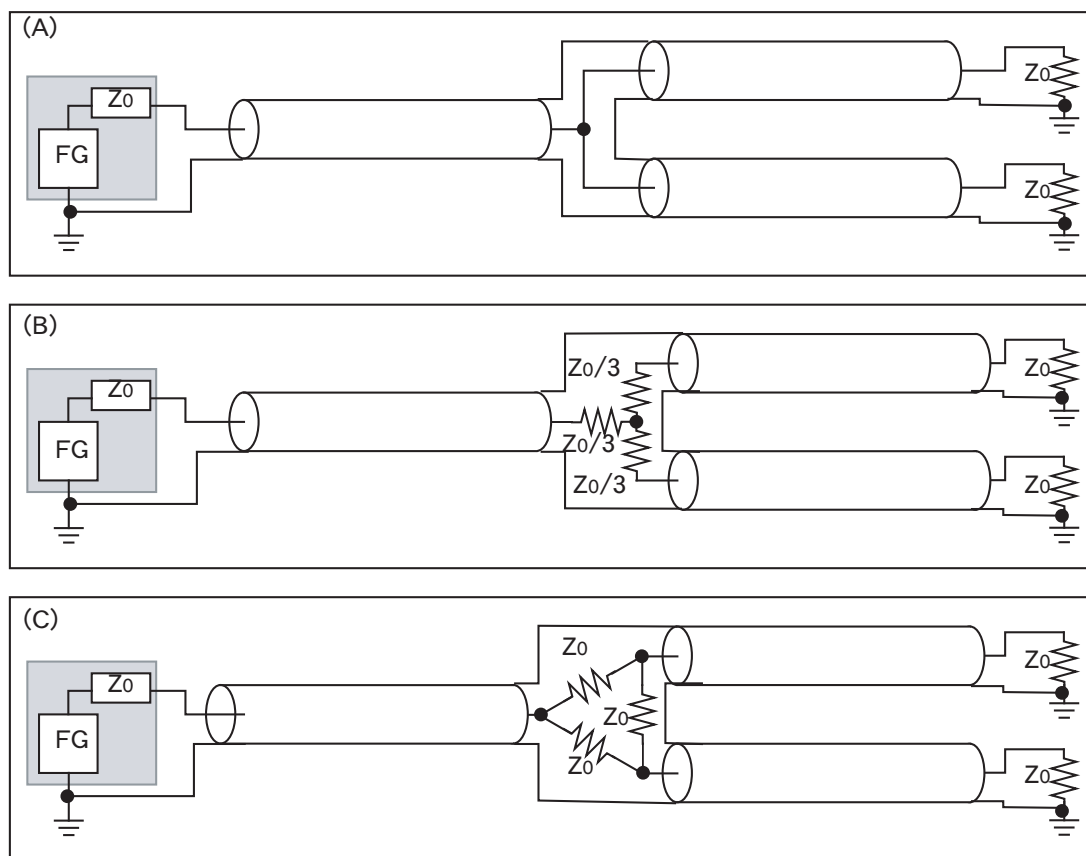

図 5.8: 同軸ケーブルの終端に様々なターミネータを取り付ける.
信号を 2 つに同軸ケーブルに分けて伝達する場合も反射に十分注意する必要がある. 図 5.8 について考える. (A) は FG 側の同軸ケーブルは,  $Z_0/2$  の抵抗が付いているように見えるので, 分岐点で反射が起こる. スプリット側の同軸ケーブルも含めて反射が起こらないようにするためには, (B) または (C) の繋ぎ方をすれば良い. 分岐後パルス高は  $1/2$  に, エネルギーは  $1/4$  になる.